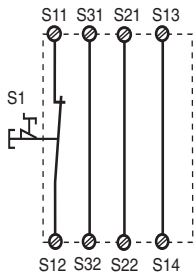
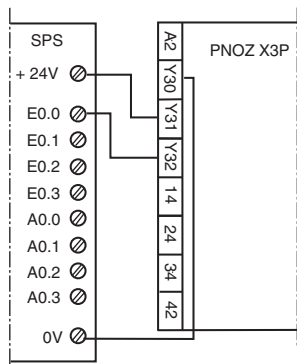

Fig. 2: Circuito de entrada monocanal, rearme automático/Circuito di ingresso monocanale, start automatico/Eenkanalig ingangscircuit, automatische start
Fig. 11: Ejemplo de conexión para salida de semiconductor/Esempio di collegamento per uscita a semiconduttore/Aansluitvoorbeeld van halfgeleideruitgang
En las Fig. 2 ... a Fig. 11 se presentan ejemplos de conexión para modo de conexión de parada de emergencia con rearme automático y manual, control de puerta protectora y de barrera fotoeléctrica así como multiplicación de contactos mediante contactores externos.
- Fig. 2 y 7: **no hay** conexión S33-S34
In Fig. 2 ... Fig. 11 sono riportati degli esempi di collegamento per il cablaggio dell'arresto di emergenza con start automatico e controllato, per il controllo fincorsa di ripari mobili e di barriera fotoelettrica, nonché per l'aumento del numero dei contatti mediante relè esterni.
- Fig. 2 e 7: **nessun** collegamento S33-S34
In fig. 2 ... fig. 11 worden aansluitvoorbeelden gegeven van noodstopshakeling met automatische en bewaakte start, hekbewaking en contactvermeerdering door middel van externe magneetschakelaars.
- Fig. 2 en 7: **geen** verbinding S33-S34